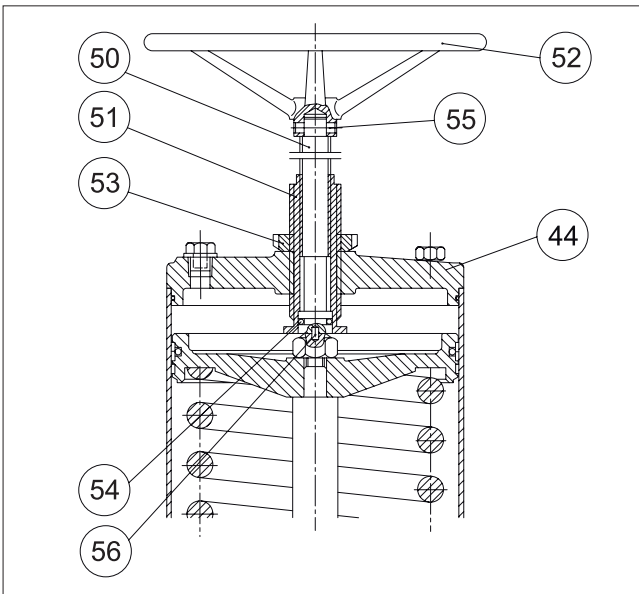

Fig. 22 Actionneur B1JR
L'actionneur B1JR est identique au B1J à ceci près qu'il peut être manœuvré manuellement de manière à amener le piston à la position inférieure contre le ressort en cas d'absence d'alimentation pneumatique. Un actionneur B1J peut être transformé en actionneur B1JR par remplacement du chapeau (44) du cylindre et adjonction des pièces (50 à 56), (cf. Figure 22).
Une fuite d'air est présente dans le filetage du bouton moleté supérieur lorsque le bouton moleté supérieur (50) avec le joint torique (54) est positionné à l'intérieur du cylindre. C'est-à-dire lorsque la vanne a été actionnée manuellement en position ouverte pendant la perte d'air comprimé, la pression d'air est rétablie. Pour arrêter cette fuite, actionner la commande manuelle en position fermée. Cf. Figure 22.
S'il se produit une fuite d'air entre le bouton moleté supérieur (50) et l'écrou du bouton moleté supérieur (51), vérifier l'état du joint torique (54) et le changer si nécessaire. Vérifier également l'état du rouleau cylindrique (56). Cf. Figure 22. Pour le reste, les opérations d'entretien sont les mêmes que pour un actionneur B1J (cf. chapitre 4.2).
Nomenclature de la figure 22 :